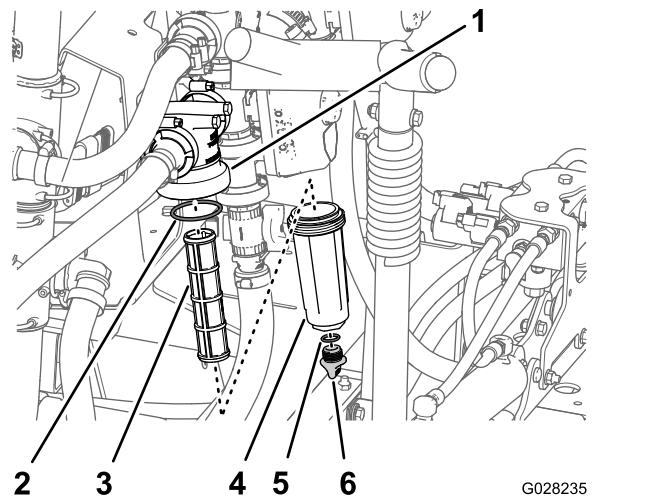

Рисунок 23
2. Поместите сливной поддон под фильтр линии нагнетания (Рисунок 23).
3. Поверните крышку сливного отверстия против часовой стрелки и снимите ее со стакана фильтра линии нагнетания (Рисунок 23).
4. Поверните стакан против часовой стрелки и отделите его от головки фильтра (Рисунок 23).
5. Снимите элемент фильтра линии нагнетания (Рисунок 23).
7. Проверьте прокладку пробки сливного отверстия (расположенную внутри стакана) и прокладку стакана (расположенную внутри головки фильтра) на наличие повреждений и износа (Рисунок 23).
8. Вставьте элемент фильтра линии нагнетания в головку фильтра (Рисунок 23).
9. Установите стакан на головку фильтра, затянув от руки (Рисунок 23).
10. Установите крышку сливного отверстия на штуцер в нижней части стакана и затяните крышку от руки (Рисунок 23).